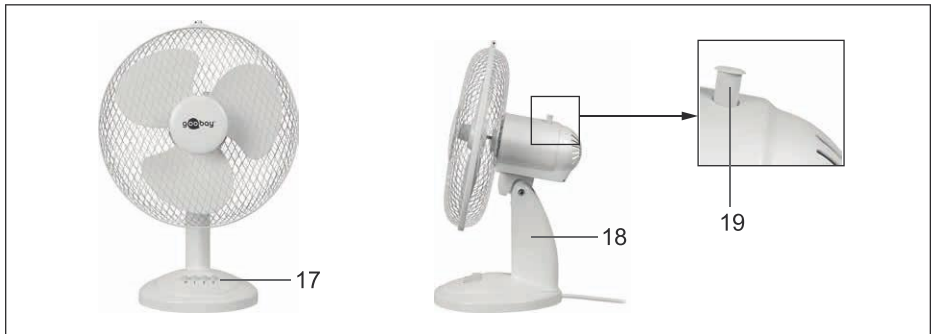

Fig.102: Färdigmonterad bordsfläkt
1. Lyft endast fläkten i sockeln (18, bild 102) och ställ den på en dammfri, stabil och horisontell yta.
Luftflödet kan ställas in i tre olika steg med tryckknapparna 0–3 (17, bild 102):